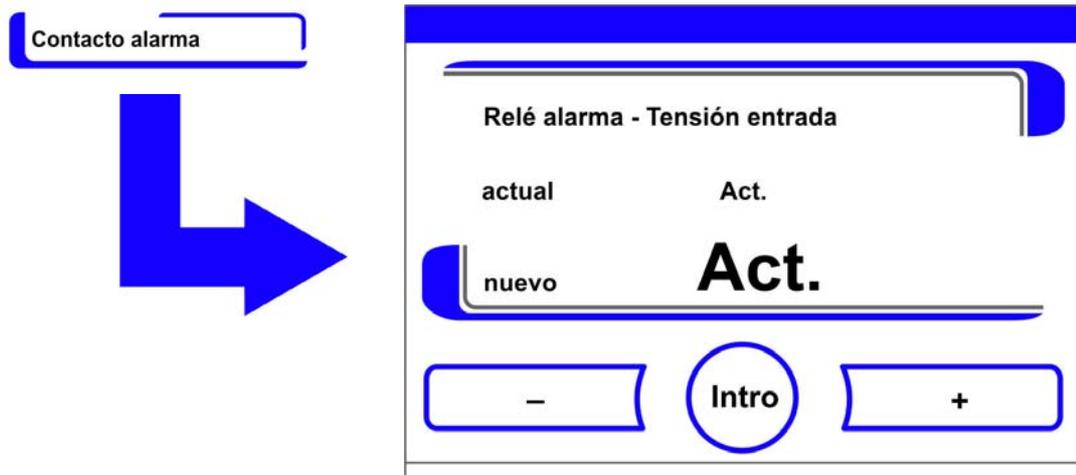

Figura 6-37. Ajustar relé de alarma
- Se muestra el cuadro de edición de Figura 6-37.